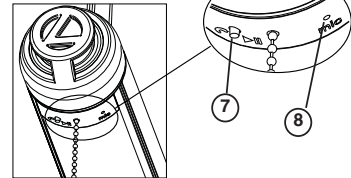

Figure 7
4. Pour ajuster la hauteur de l'appareil, se servir de la vis située du côté long du câble. Voir la fig. 7. Dévisser légèrement la vis (ne pas l'enlever complètement). Ajuster le câble à la hauteur désirée pour l'appareil. Visser solidement la vis et répéter pour le côté opposé.
Utilisez votre application de musique en continue préférée sur votre dispositif Bluetooth™. Pour mettre en pause ou reprendre la lecture audio à partir de votre dispositif Bluetooth™, appuyez et relâchez le bouton de commande du luminaire Lithonia SPSL. (voir la figure 7)
Pour répondre aux appels entrants, appuyez et relâchez le bouton de commande du luminaire Lithonia SPSL (voir Fig. 7). La conversation peut se faire par l'intermédiaire du luminaire Lithonia SPSL (le microphone est situé à côté de l'interrupteur à chaînette).
Pour mettre fin à l'appel - Appuyez et relâchez le bouton de commande sur l'appareil Lithonia SPSL (voir Fig. 7)
Use your favorite music streaming app on your Bluetooth® device. To pause or resume audio from your Bluetooth® device, press and release the control button on Lithonia SPDSL fixture (see Fig 7)
To answer incoming calls- Press and release the control button on Lithonia SPDSL fixture (see Fig 7). The conversation can be communicated through the Lithonia SPDSL fixture- (the microphone is located next to pull switch).
To End call- Press and release control button on Lithonia SPDSL fixture (see Fig. 7)
4. Para ajustar altura del luminario -localice el tornillo en el lado de cable largo. (Vea Fig. 7) Ligeramente suelte el tornillo - (no quite el tornillo) Ajuste el cable a la altura del luminario deseada. Apriete el tornillo bien asegurado y repita para el extremo opuesto.
Para finalizar la llamada: presione y suelte el botón de control en el dispositivo Lithonia SPDSL (vea la Fig. 7)